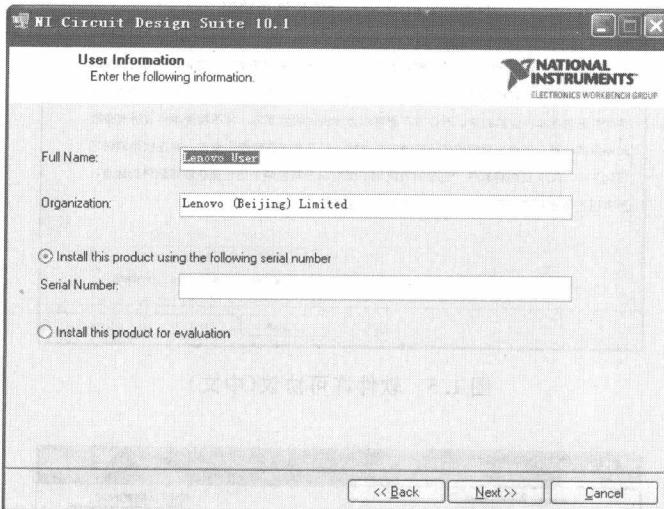

图 1.3 用户信息输入框
(3) 完成安装程序的初始化后,系统弹出如图 1.3 所示的用户信息输入框。
在图 1.3 所示的用户信息输入框中,正式用户需要在“Serial Number”(序列号)栏中输入产品序列。